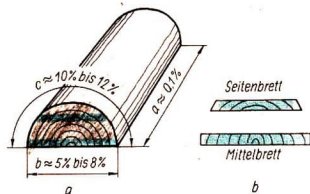

Bild 61/1 Schwinden des Holzes
Schwinden. Ist die Luft trockener als das Holz, gibt das Holz Feuchtigkeit ab. Seine Abmessungen werden kleiner, das Holz schwindet. Die Schwundbeträge sind nicht nach allen Seiten gleich (Bild 61/1).
1. Betrachte das Bild 61/1! Begründe, warum sich das Seitenbrett nach oben wölbt!
2. Betrachte das Bild 61/1! Stelle fest, nach welcher Richtung der Schwundbetrag am größten und nach welcher Richtung er am kleinsten ist!